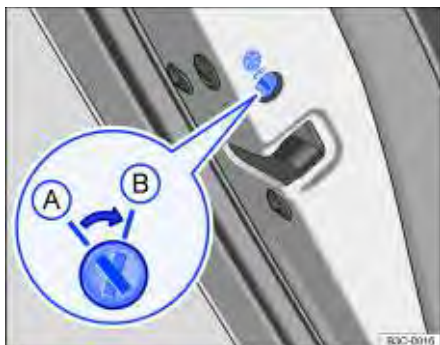

Fig. 61 Nas portas traseiras: trava de segurança para crianças (A) desacionada, (B) acionada.
- Introduzir a haste da chave na ranhura da trava de segurança para crianças para acionar ou desacionar ⇒ Fig. 61.
Posição da ranhura ⇒ Fig. 61: